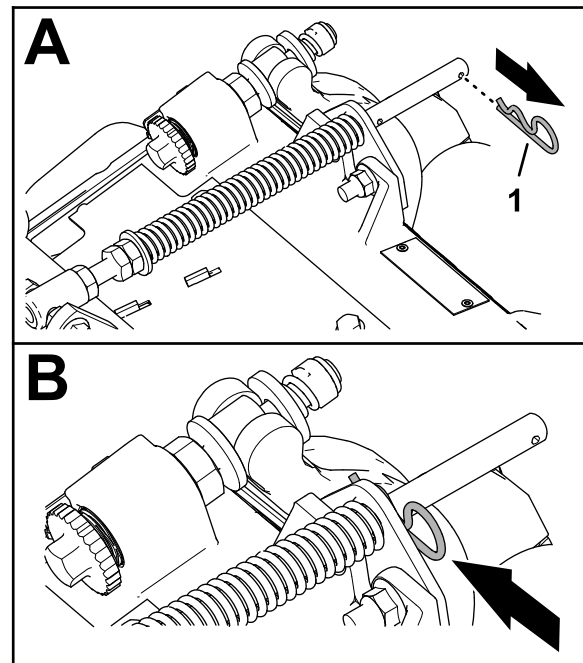

Figura 16
1. Se la coppiglia è montata nel foro posteriore dell'asta della molla di compensazione, rimuovete la coppiglia e inseritela nel foro accanto alla staffa (Figura 16).